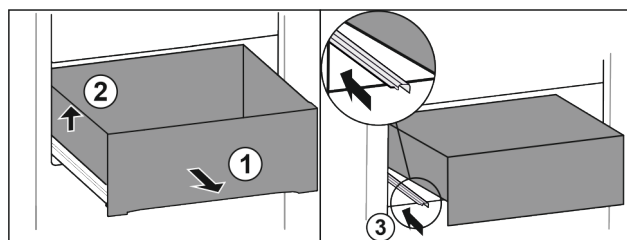

Fig. 105
- ▶ Izvadite ladicu do graničnika. *Fig. 105 (1)*
- ▶ Podignite ladicu lijevo. *Fig. 105 (2)*
- ▶ Gurnite lijevu vodilicu. *Fig. 105 (3)*